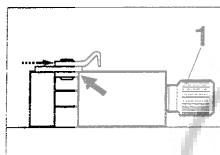

fig. 3
Posizionare la catena sulla morsa universale come mostra la fig. 3. Serrare la morsa senza forzare tramite il pomello (1) (fig.3).